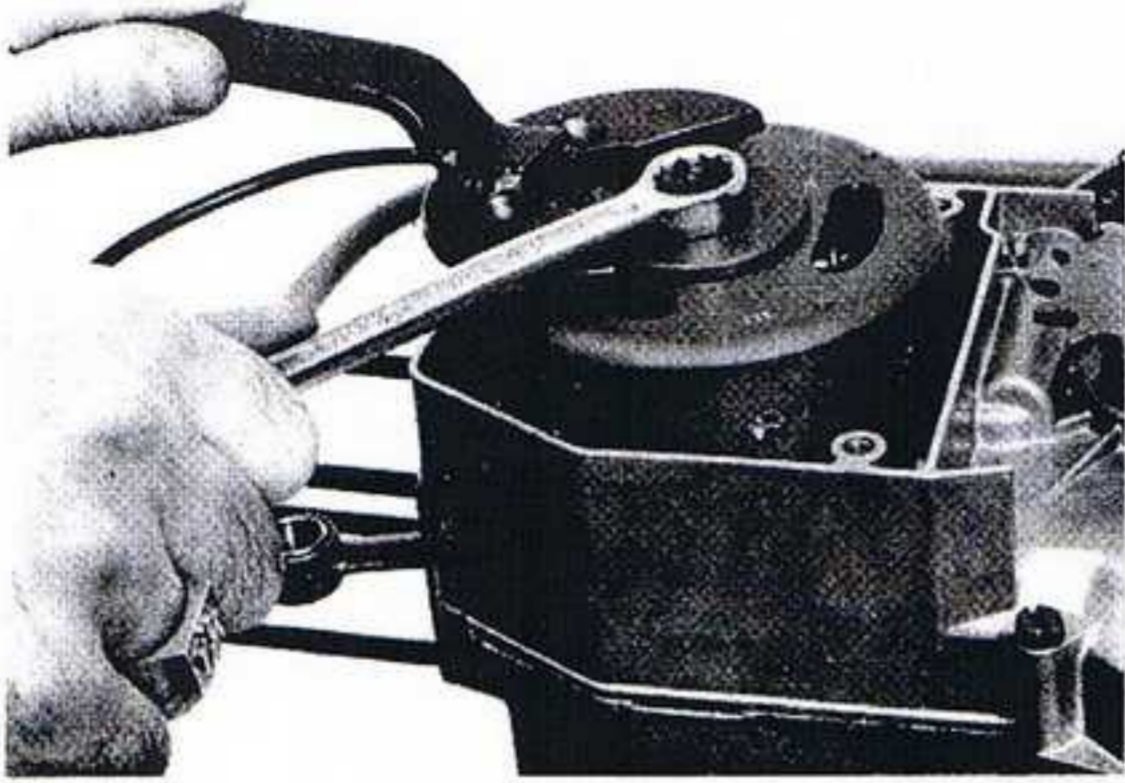

fig.16
- Dévisser l'écrou (15/plats) en maintenant le rotor à l'aide de l'outil n° 1388 (fig.16).